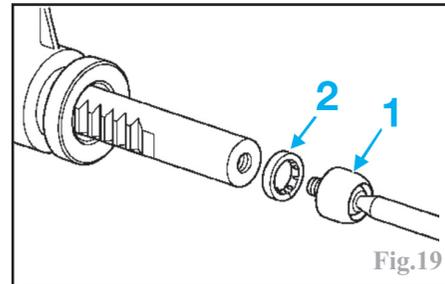

Fig.19
Déposer la biellette avec la rotule (1) et récupérer la rondelle (2) (Fig.19).
Remplacer impérativement la rondelle (2) (Fig.19).